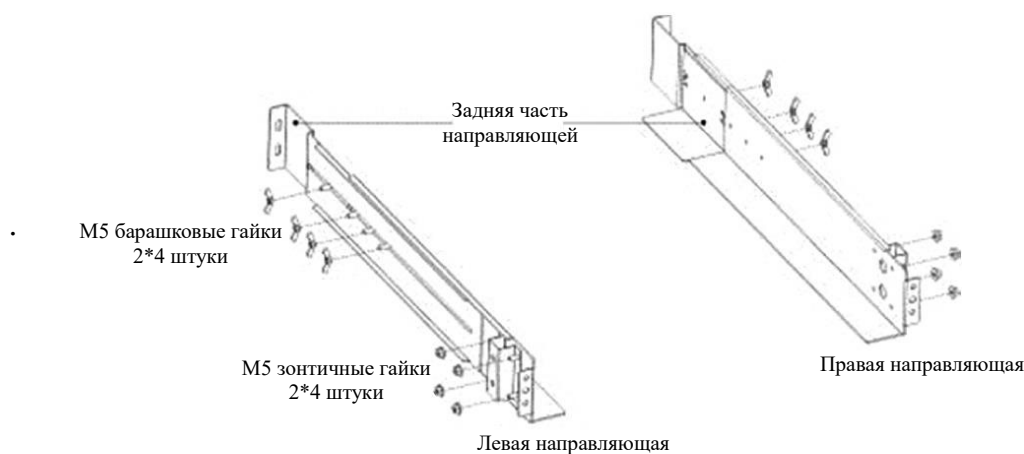

Рисунок 4. Сборка направляющих
(1) Установка комплекта монтажных рельс для 19" шкафа:
- a) Соберите левую и правую направляющую, каждая из которых состоит из двух частей – передней и задней, не затягивайте фиксирующие винты. Отрегулируйте длину направляющих в зависимости от глубины Вашего шкафа (см. рисунок 4).